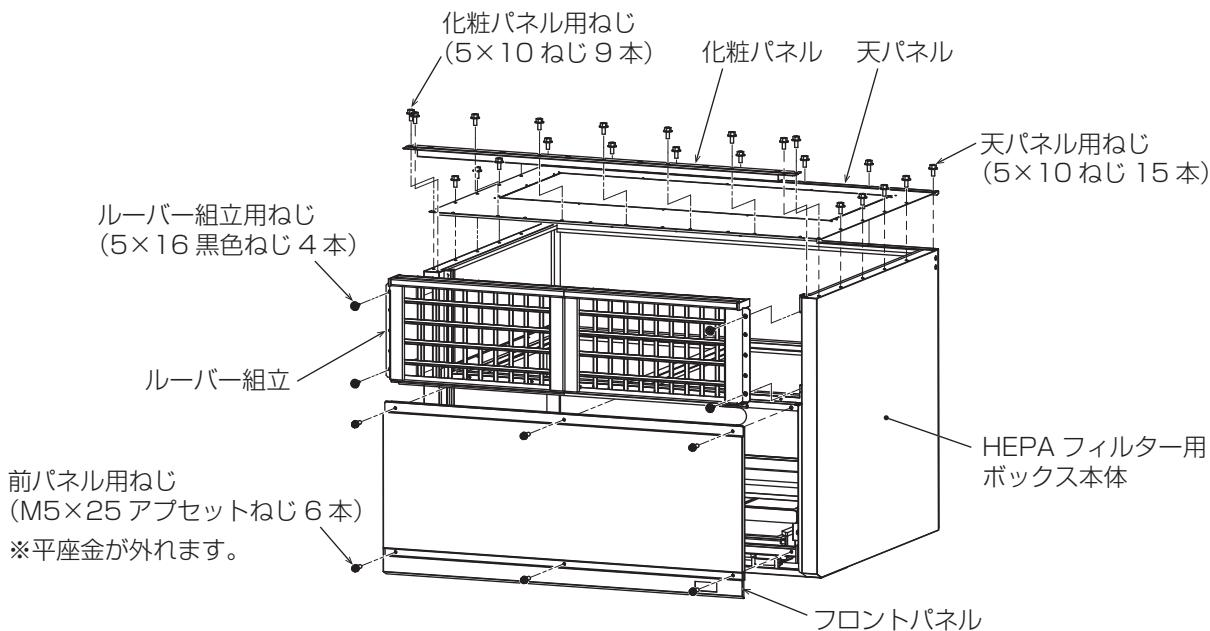

図1
1. 化粧パネルを取り外す。(5×10ねじ9本) ··· 図1
2. 天パネルを取り外す。(5×10ねじ15本) ··· 図1
3. 前パネルを取り外す。(M5×25アプセットねじ6本) ··· 図1
4. ルーバー組立を取り外す。(5×16黒色ねじ4本) ··· 図1
- HEPAフィルター用ボックス本体から取外した化粧パネルを元通り取付る。(ねじ9本)···図1